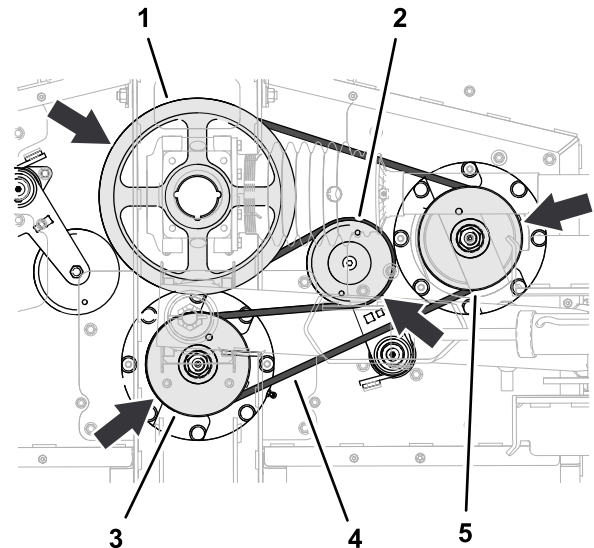

Bild 68
- Führen Sie den langen Riemen um die Antriebsscheibe sowie um die obere Nut der Riemenscheibe der mittleren und rechten Spindel (Bild 68).
- Drehen Sie den Riemenspanner mit einer Brechstange oder ähnlichem Werkzeug im Uhrzeigersinn und ziehen Sie den Riemen auf die Spanscheibe auf (Bild 68).